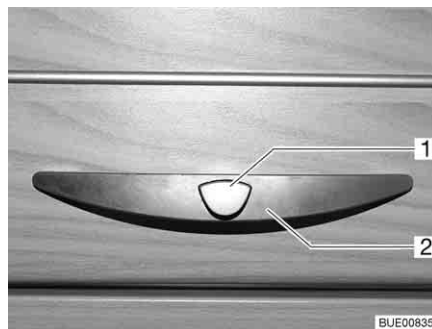
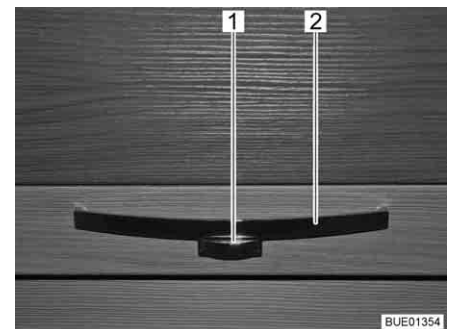

Fig. 56 Trampilla de muebles con tirador (ejemplo)
Fig. 57 Trampilla de muebles con tirador (ejemplo)
- Presionar el botón de desbloqueo (Fig. 56,1 ó Fig. 57,1) en el tirador (Fig. 56,2 ó Fig. 57,2) y mantenerlo presionado.